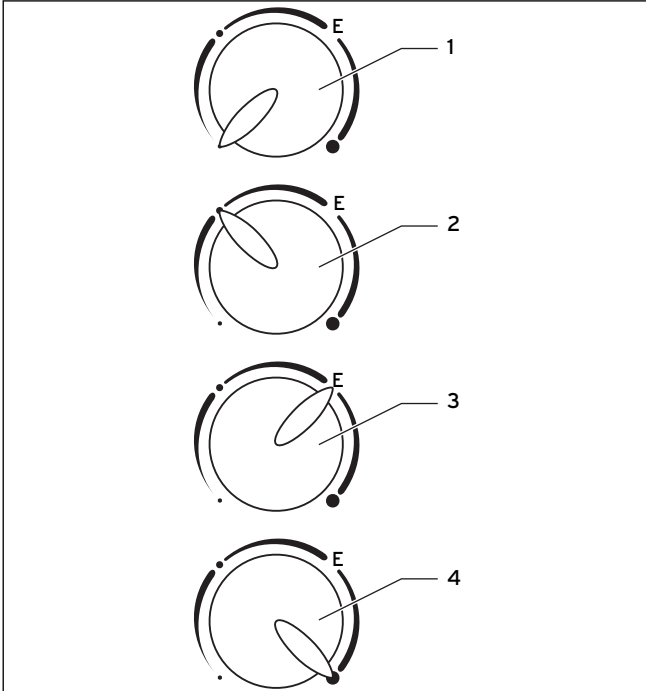
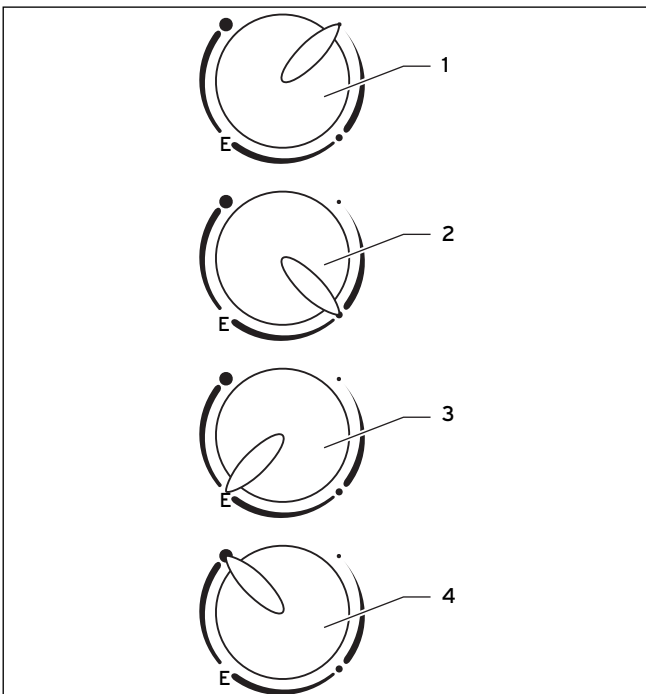

Abb. 7.3 Temperaturwähler Untertischgerät
Abb. 7.4 Temperaturwähler Übertischgerät
Das Wasser wird bei angeschlossenem Elektro-Warmwasserspeicher vor Einfrieren geschützt. In der Stellung Frostschutz (→ (1), Abb. 7.3, Abb. 7.4) bleibt das Speicherwasser kalt. Der Elektro-Warmwasserspeicher wird jedoch durch eine Frostschutzsicherung bei angeschlossenem Speicher vor Einfrieren geschützt.